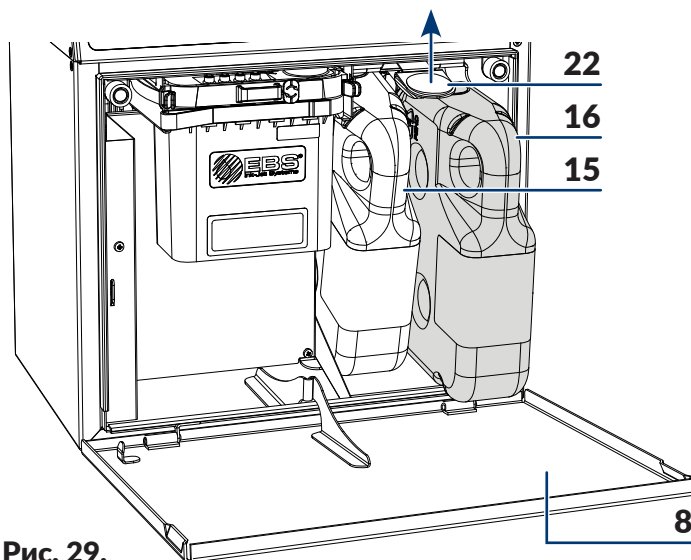

Рис. 29.
Рис. 29 замена бутылки на примере бутылки с чернилами.
1. Откройте дверцы отсека с расходными материалами **8** (см. **Рис. 29**).